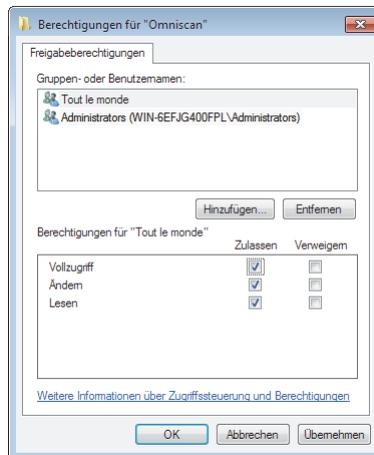

Abbildung 7-31 Dialogfeld Berechtigungen für Omniscan (Windows 7)
10. Klicken Sie im Dialogfeld **Berechtigungen für Omniscan** auf **Hinzufügen** (siehe Abbildung 7-31 auf Seite 244).